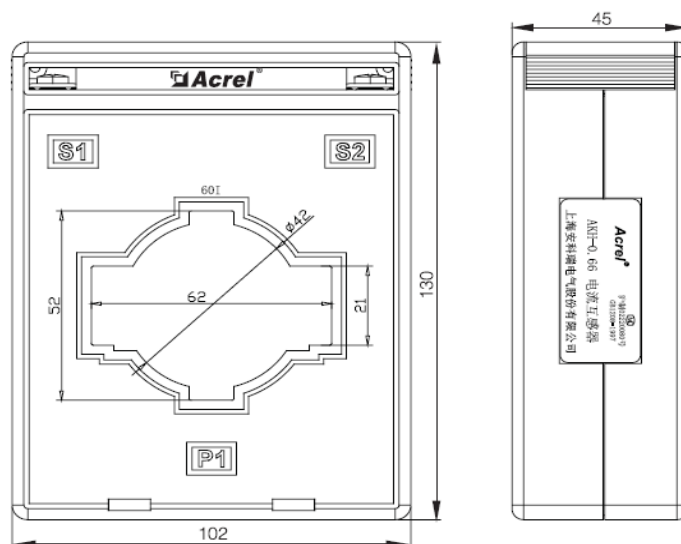

图 7 800A 规格电流互感器外形尺寸
5.4.3 800A 规格电流互感器外形尺寸如图 7 所示（单位：mm）：